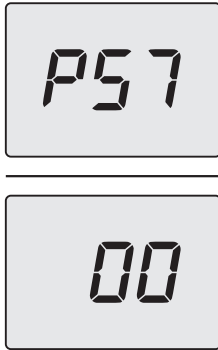

Figura 5.48
- Scorrere i vari parametri utilizzando i tasti 49 (indietro) o 51 (avanti) fino a far apparire sul display LCD le lettere **P57** che si alternano con il valore del parametro (Figura 5.48).